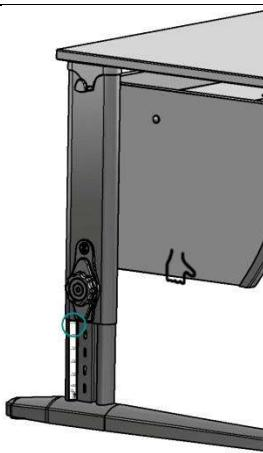

Рис. 23
**Примечание:** При перемещении стола следует держать стол за стенки боковые ближе к стойкам согласно рис. 23. Перемещать или поднимать стол держась за столешницу, во избежание поломок, категорически не допускается.